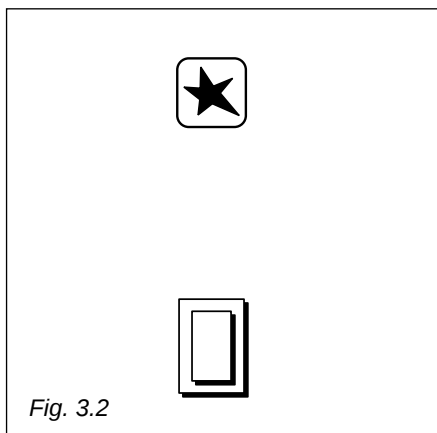

Fig. 3.2
- 2 – Carregue sobre o botão de acendimento electrónico  (fig. 3.2) para acender automaticamente o queimador do forno.